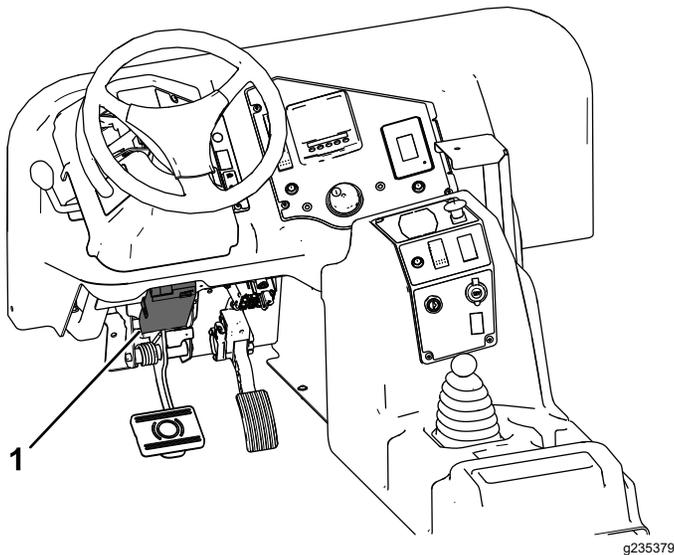

Figura 8
1. Monte el controlador de frenos (Figura 8) en el área inferior izquierda del salpicadero con los 2 pernos (n.º 10 x 7/8") y tuercas (N.º10).